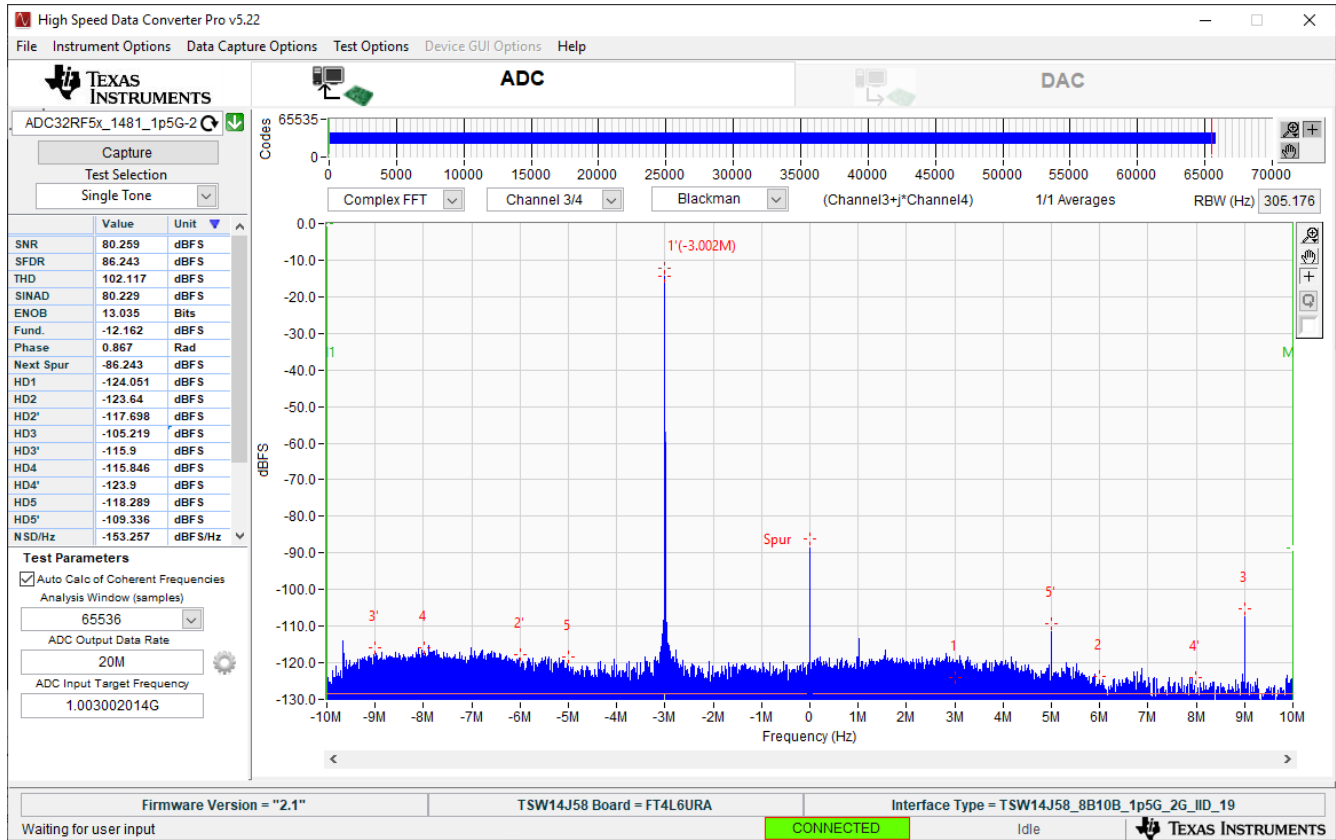

图 3-13. 1003.002MHz 输入，128x 复杂抽取，2x 平均值计算，抖动振幅 3
17. 按下 *Capture* 按钮并显示类似图 3-13 的屏幕。